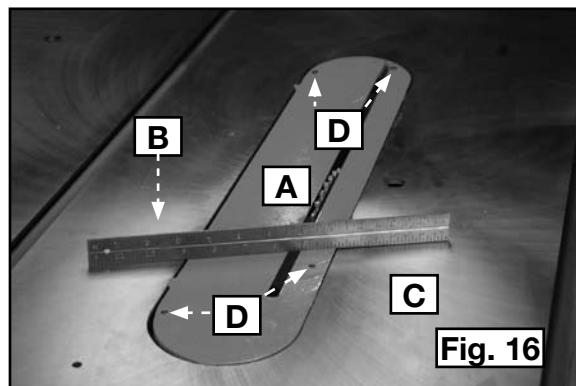

Fig. 16
- Baje la hoja y fije el inserto para mesa (A) Fig. 16 a la mesa de la sierra. Utilice una regla (B) para ver si el inserto para mesa (A) está al mismo nivel de la superficie de la mesa (C). Nivele el inserto para mesa girando los pernos hexagonales necesarios ubicados en (D).